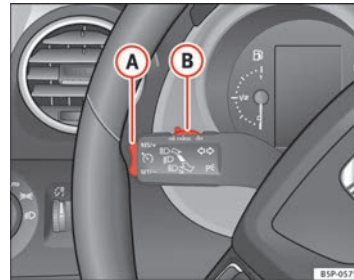

Abb. 151 Blinker- und Fernlichthebel: Schalter und Wippe für die Geschwindigkeitsregelanlage
- Drücken Sie den oberen Teil der Wippe **RES/+** → Abb. 151 (A), um die Geschwindigkeit zu erhöhen. Solange Sie die Wippe gedrückt halten, beschleunigt das Fahrzeug. Sobald Sie die Wippe loslassen, wird die neue Geschwindigkeit gespeichert.
Wenn Sie die gespeicherte Geschwindigkeit durch Treten des Bremspedals verringern, wird die Geschwindigkeitsregelanlage deaktiviert. Sie können durch einmaliges Drücken des oberen Teils der Wippe **RES/+** → Abb. 151 **A** die Regelung wieder aufnehmen.